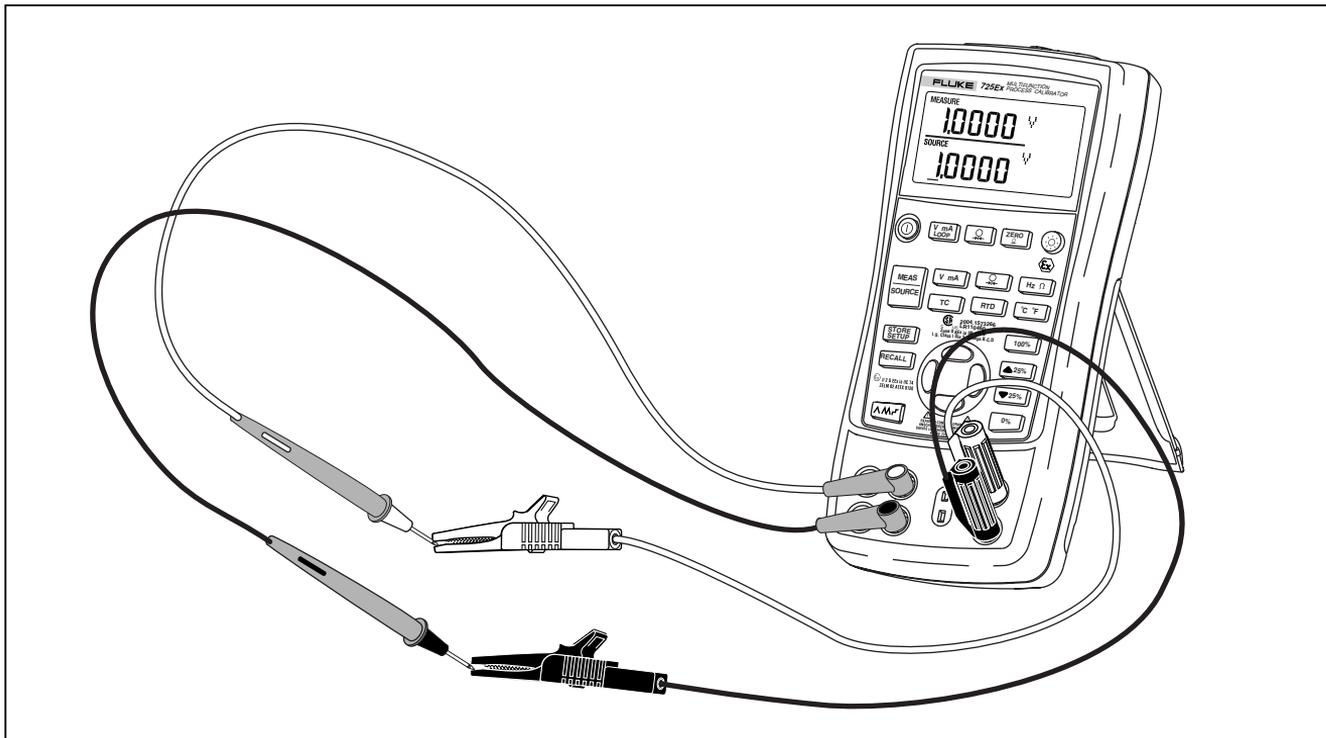

Figure 5. Test de tension-tension
1. Reliez la sortie tension du calibrateur à son entrée tension conformément à la figure 5.